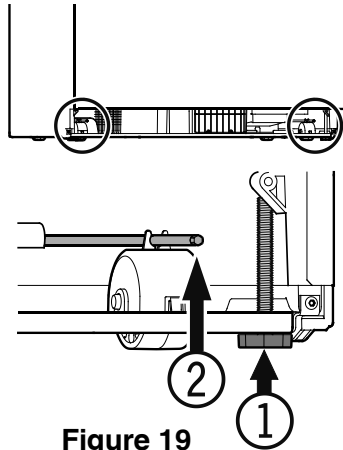

Figure 19
Mise à niveau de l'appareil - Figure 19
Afin d'éviter que l'appareil ne bascule vers l'avant, les pieds réglables (1) (Figure 19) doivent être en contact avec le sol.